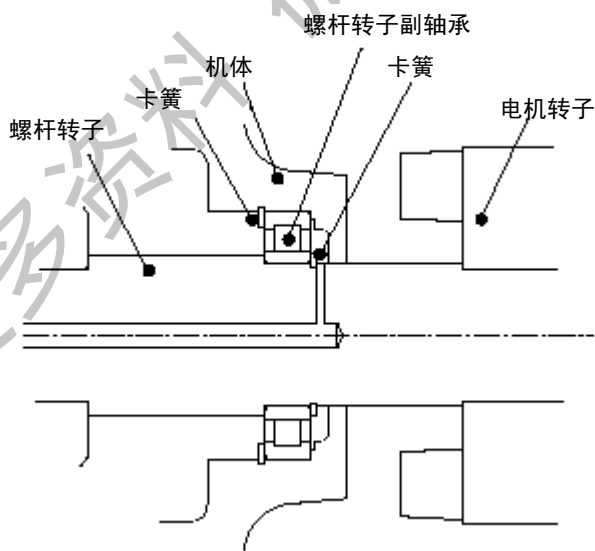

图 1-7 螺杆转子副轴承示意图
- 螺杆转子副轴承示意图……………图 1-7
- 在螺杆轴承内侧是否备有垫圈（见图 1-7）
- 垫圈的数量（见图 1-7）